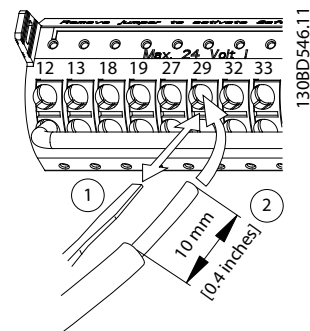

Abbildung 5.21 Anschließen flexibler Steuerleitungen
- Bei einer flexiblen Leitung öffnen Sie den Kontakt, indem Sie einen kleinen Schraubendreher in die rechteckige Öffnung zwischen den Klemmenlöchern entsprechenden Kontakt einführen und nach innen drücken. Siehe *Abbildung 5.21*. Führen Sie anschließend die abisolierte Leitung in den Kontakt und entfernen Sie den Schraubendreher.